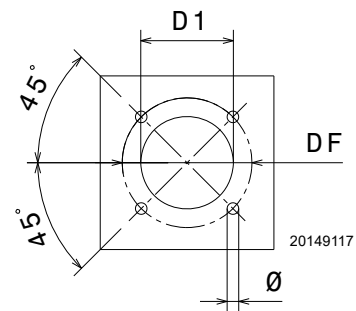

Abb. 13
Die Verschlussplatte der Brennkammer, wie auf Abb. 13 dargestellt, aufbohren (4.6Tab. M). Die Position der Gewindebohrungen kann mit dem mitgelieferten Wärmeschild ermittelt werden.
- Den gesamten Brenner in das vorher gesetzte Bohrloch des Heizkessels einpassen (Abb. 13) und mit den beige packten Schrauben befestigen.